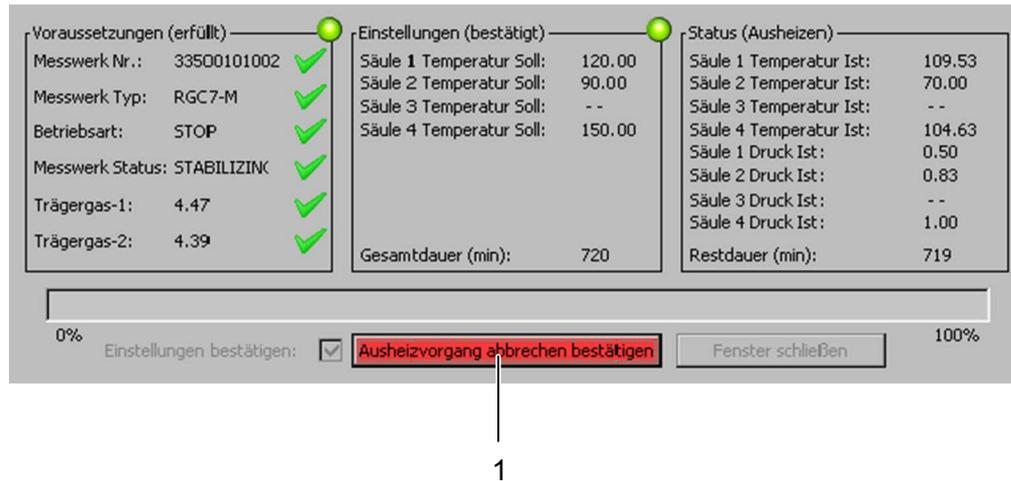

Abb. 40: Menü Ausheizen – Ausheizvorgang abbrechen bestätigen
- ➔ Das Abbrechen des Ausheizvorgangs wird eingeleitet, jedoch noch nicht komplett ausgeführt. Die Schaltfläche wechselt zu **Ausheizvorgang abbrechen bestätigen** (vgl. Abb. 40).
- ▶ Um den Ausheizvorgang komplett abzubrechen, betätigen Sie die Schaltfläche **Ausheizvorgang abbrechen bestätigen** (Abb. 40, Pos. 1).